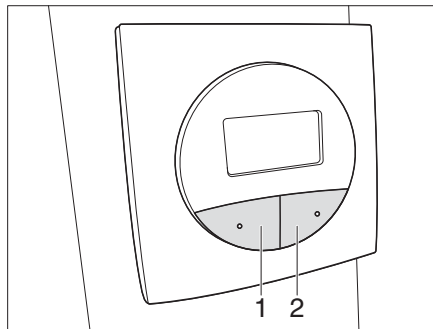

Bild 41 Panel Satellitenanlage Teleco
- SAT Taste (Bild 41,2) **zweimal** drücken. Die Satellitenanlage fährt aus und sucht automatisch den eingestellten Satelliten.
- Taste PARK (Bild 41,1) drücken. Die Satellitenanlage wird eingefahren.